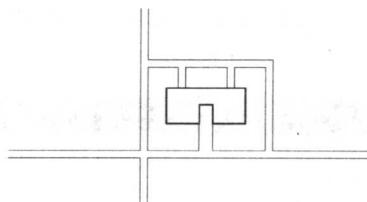

图 1-25 道路交通示意图
- (1) 单击“图层特性管理器”按钮 $\diamond$ ，在弹出的“图层特性管理器”对话框单击“新建图层”按钮 $\clubsuit$ ，新建图层“地形”，一切设置采用默认设置，设置新图层为当前图层。单击“辅助线”图层中的 $\diamond$ 按钮，关闭“辅助线”图层（ $\diamond$  变成  $\heartsuit$  即关闭图层），单击“确定”按钮。
- (2) 绘制道路。单击“直线”按钮 $\checkmark$ ，在绘图区画出如图 1-25 所示的道路。